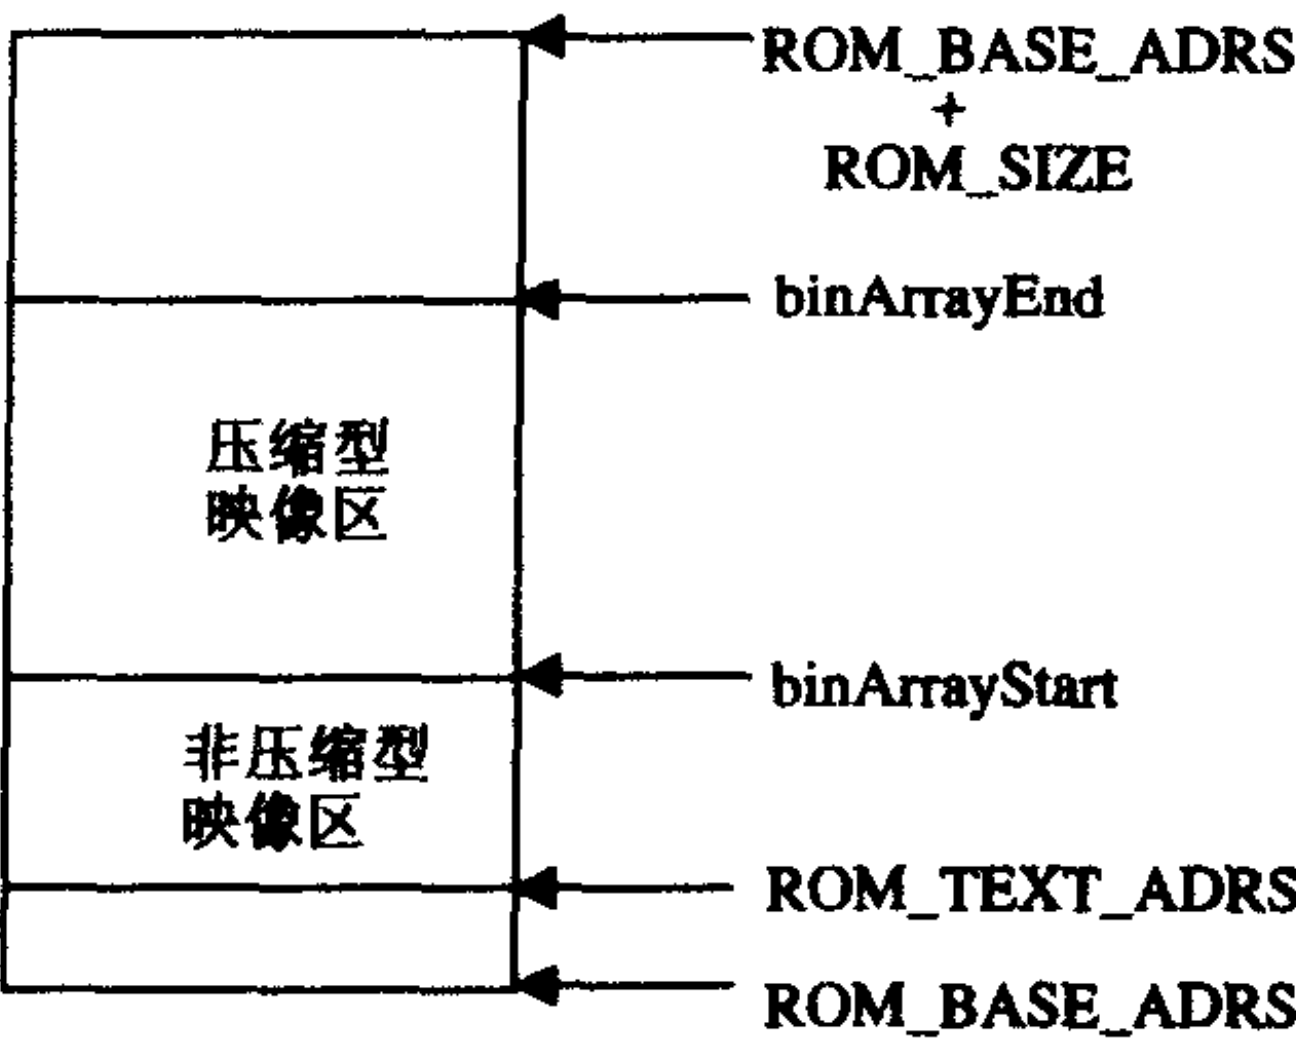

图 13.3 ROM 布局
(1) ROM 的布局如图 13.3 所示。
从图 13.3 中可以发现压缩型映像和非压缩型映像处于不同的 ROM 空间。